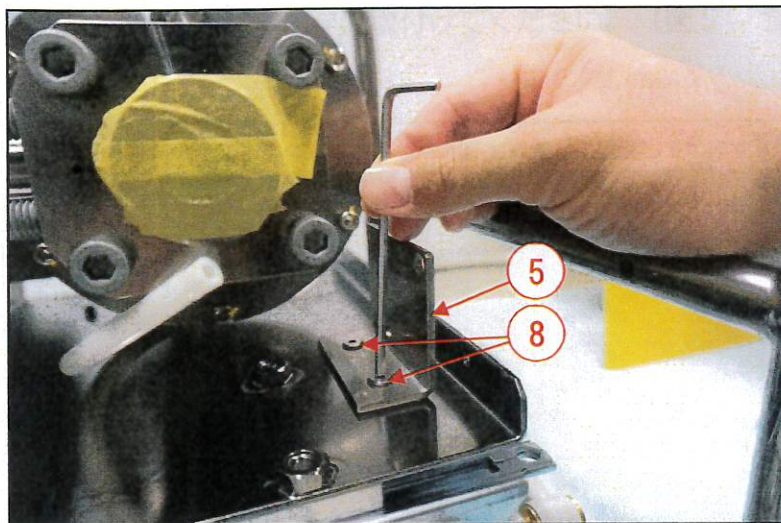

図 3 - 1 エアオペレートバルブ取付板の取付け
1. [5] エアオペレートバルブ取付板と [8] 極低頭六角穴付ボルト 2 本を六角レンチ (3mm) を用いて取付けてください。(図 3 - 1 参照)
この際、ボルトが地面に対して垂直になるよう、図 3 - 1 のようにセーフティセレクトタを倒すと作業が円滑に行えます。